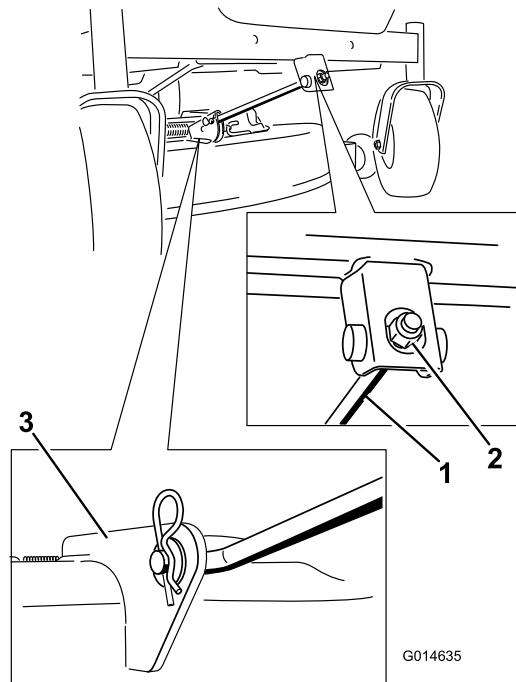

Figura 65
5. Retire la chaveta de la varilla de soporte delantera y retire la varilla del soporte de la carcasa (Figura 65).
6. Conecte la varilla de soporte delantera a la carcasa de corte con el pasador y la chaveta (Figura 65).